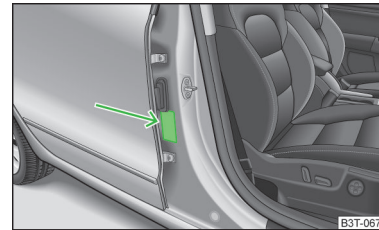

Abb. 14
- An der B-Säule auf der Beifahrerseite » Abb. 14. Der Aufkleber ist nach dem Öffnen der Beifahrertür sichtbar.